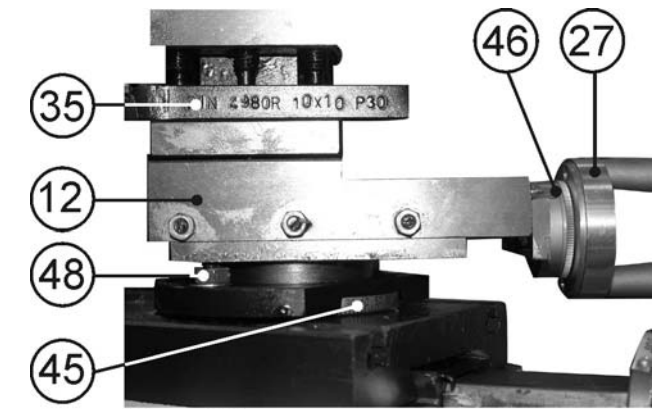

Рис.16
10.3.6. Для выполнения конусного точения ослабьте два болта (48), установите поворотный суппорт (12) на необходимый угол по показаниям шкалы (45), зафиксируйте положение поворотного суппорта (12) двумя болтами (48), Рис.16.
10.3.7. Конусное точение выполняется вращением маховика (27) подачи поворотного суппорта для перемещения резца (35). Размер контролируется по показаниям лимба (46) (1деление=0.025мм), Рис.16.